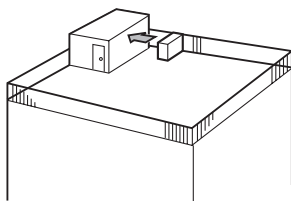

Fig. 2-4
- (1) Vend luftutløpet mot nærmeste tilgjengelig vegg, omtrent 500 mm unna veggen. (Fig. 2-4)